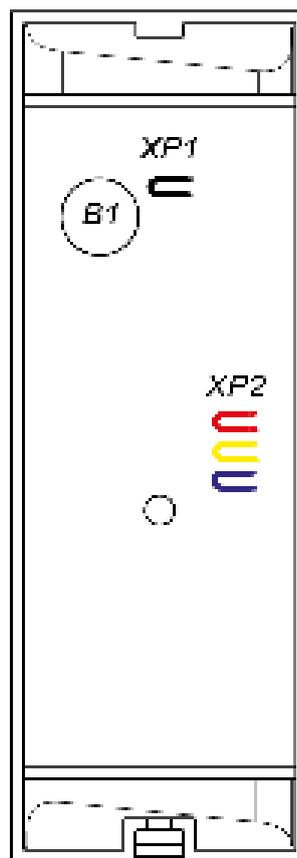

Рисунок 2. Расположение перемычек «номер считывателя» (XP2), перемычки «отключение концевого резистора» (XP1) и пьезоэлемента (B1)
Защита электроники от негативных воздействий окружающей среды обеспечивается за счет заливки его платы компаундом. Кабель для подключения считывателя выведен с его тыльной стороны. Кроме того, на тыльной стороне считывателя расположены четыре переключки проводом (см. рис. 2):
- При помощи трех перемычек **XP2** (см. рис. 2) установите номер считывателя, для чего в соответствии с табл. 2 необходимые перемычки перекусите кусачками. Разрезанные перемычки не должны контактировать с другими перемычками и с металлическим основанием.
- С целью предотвращения искажений сигнала на концах линии связи **RS-485** должны быть установлены концевые резисторы. В считывателе **PERCo-MR07.1** такой резистор предусмотрен конструктивно. Если устанавливаемый считыватель не является конечным устройством на линии связи, то на нем необходимо отключить концевой резистор, для чего перекусите перемычку **XP1** (см. рис. 2). Проверьте наличие концевых резисторов на реальных концах линии связи интерфейса **RS-485**.